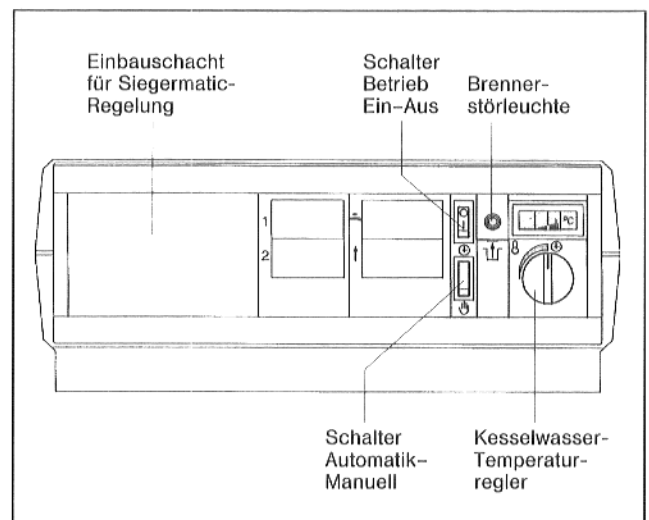

Abb. 1
- Bei eingebauter Siegermatic-Regelung Schalter Automatik-Manuell (Abb. 1) in Stellung Automatik (Uhrensymbol) stellen, ohne Siegermatic-Regelung in Stellung Manuell (Handsymbol).
- Kesselwasser-Temperaturregler (Abb. 1) auf die gewünschte Temperatur einstellen. Der untere Anschlag entspricht 50 °C, der obere 75 °C = Automatik (Uhrensymbol). Die Sperre bei 75 °C kann durch Ziehen des Reglerknopfes (ca. 2 mm) überwunden werden – Regelbereich dann bis 90 °C.
- Schalter Betrieb (Abb. 1) in Stellung I (Ein) stellen.
Bei Störung leuchtet zusätzlich die Brennerstörleuchte (Abb. 1).
- Schalter Betrieb (Abb.1) in Stellung 0 (Aus) stellen; bei Doppelkesseln jeweils bei beiden Regelgeräten.